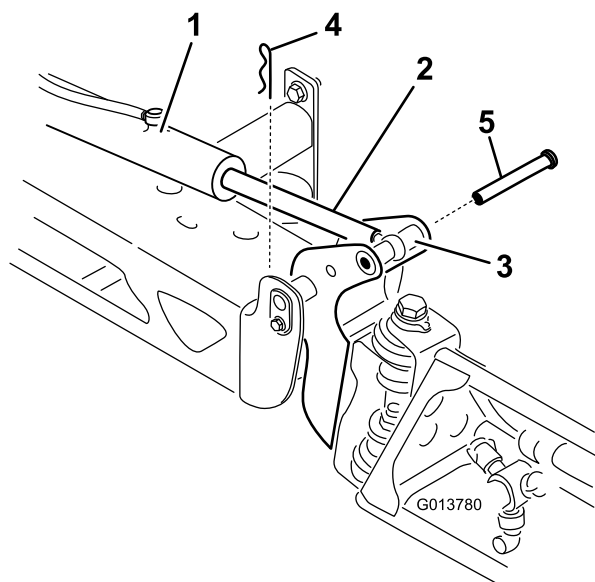

Figure 64
2. Retirez la goupille fendue de l'axe de pivot (Figure 64).
3. Soulevez la rampe et déposez l'axe (Figure 64). Abaissez lentement la rampe au sol.
8. Élevez la rampe pour aligner le pivot sur la tige de vérin. Tout en maintenant la rampe, insérez l'axe dans le pivot de rampe et la tige de vérin (Figure 64).